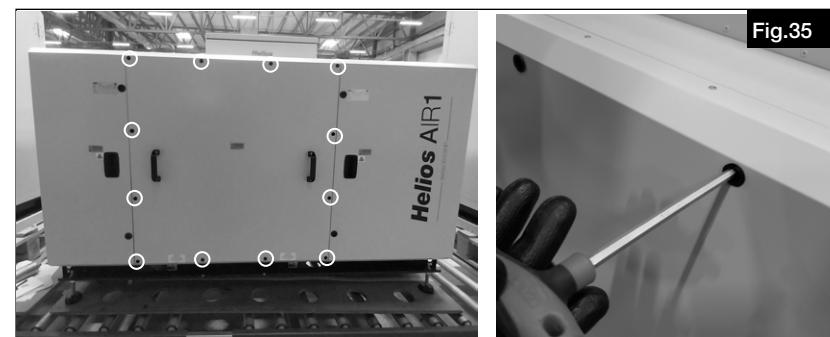

Fig.35
1. Ouvrir la porte de service (voir Fig.35).